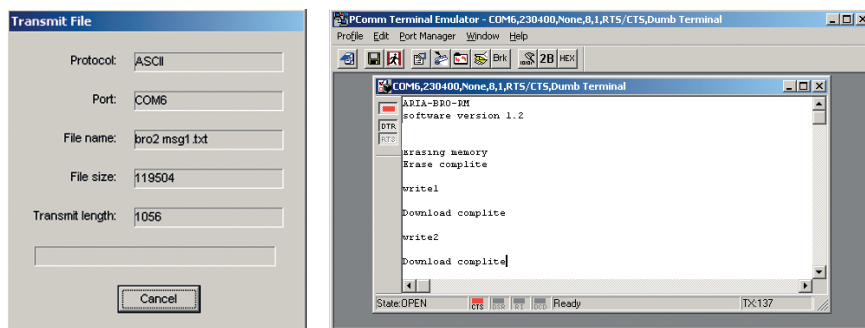

Рис. 21
11. Появится стандартное окно выбора файла, в котором нужно указать интересующий вас файл сообщения и нажать кнопку «открыть». После этого появится окно процесса записи сообщения. По завершении операции в диалоговом окне появится сообщение «Download complete» (рис. 21).